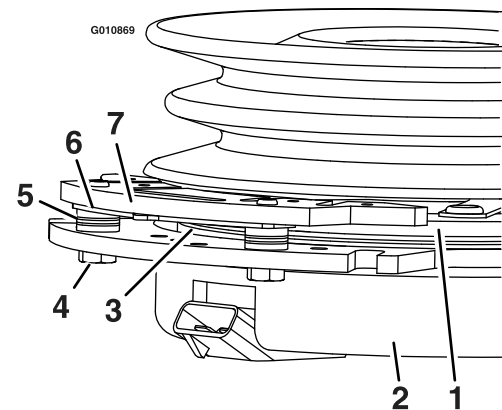

**Figura 64**
3. Retire el tapón guardapolvo de la rueda giratoria y apriete la contratuerca (Figura 64).
4. Apriete la contratuerca hasta que las arandelas de muelle estén planas, luego afloje 1/4 de vuelta para establecer la pre-carga correcta de los cojinetes (Figura 64).
**Importante:** Asegúrese de que las arandelas de muelle están correctamente instaladas, según se muestra en Figura 64.
5. Coloque el tapón guardapolvo (Figura 64).